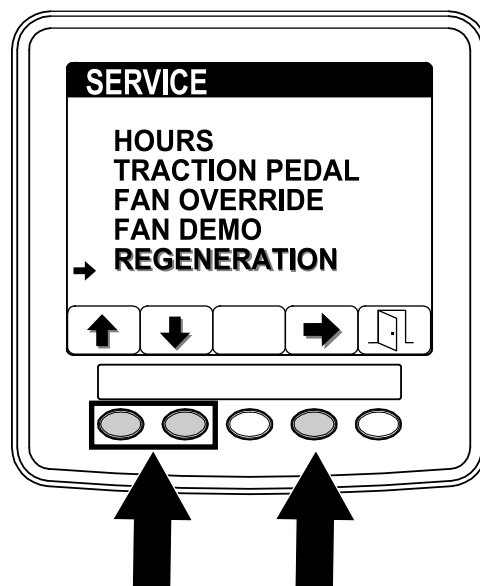

図 50
2. SERVICEメニュー画面から、ボタン1または2を押して再生REGENERATIONメニューが出たらボタン4でREGENERATIONメニューに入る 図 50。